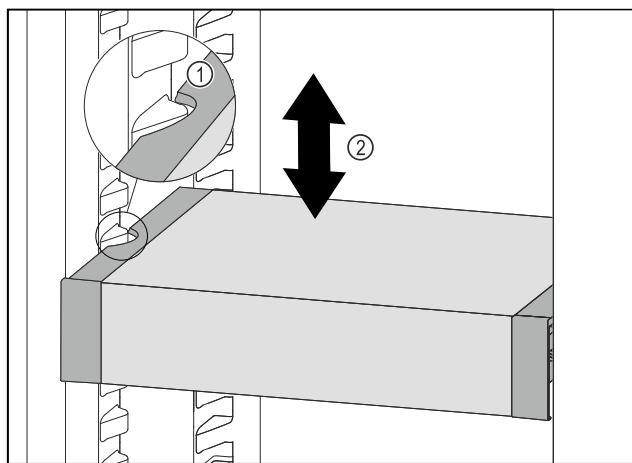

Fig. 171
- Fig. 171 (1)
- Posouvejte VarioSafe v chladniče nahoru nebo dolů, dokud nedosáhnete požadované výšky. Fig. 171 (2)